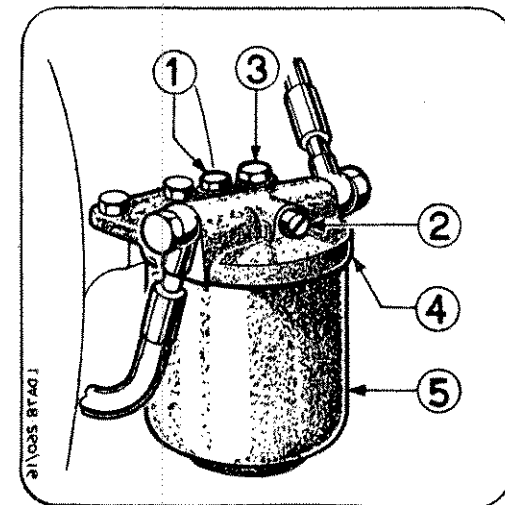

Fig. 7 - FILTRO COMBUSTIBILE
La disaerazione va effettuata alla prima messa in esercizio del motore e in tutti i casi in cui nel circuito iniezione sia entrata dell'aria. Ciò si verifica specialmente quando il motore si ferma per esaurimento del combustibile; per questo consigliamo di evitare che il combustibile arrivi ad esaurirsi completamente. Occorre procedere prima alla **disaerazione del filtro combustibile** nel modo seguente (Fig. 7):
- 2) **Pulizia del filtro combustibile** (V. Fig. 7). Si raccomanda di eseguire la pulizia del filtro assai di frequente, nel seguente modo: